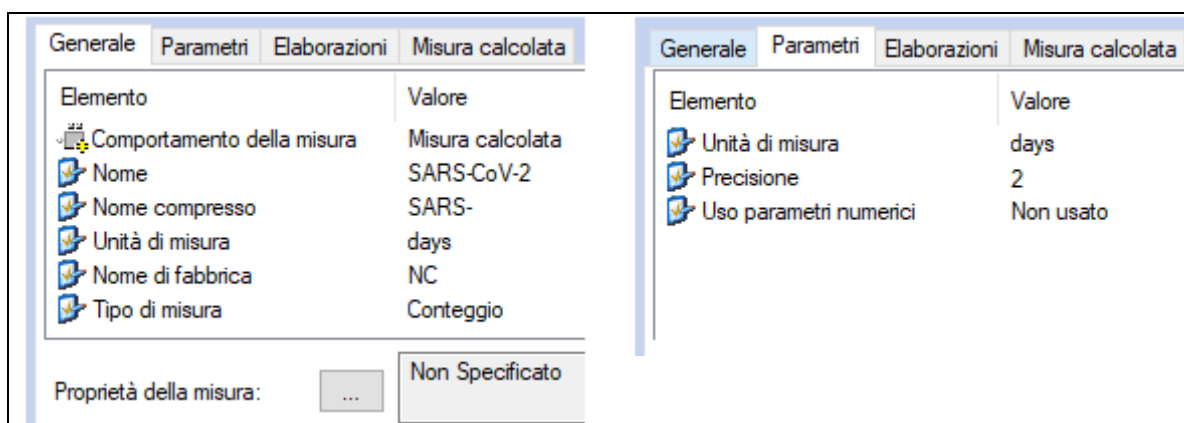

Fig. 1
4. Impostare i parametri delle schede *Generale* e *Parametri* come indicato in Fig. 1.